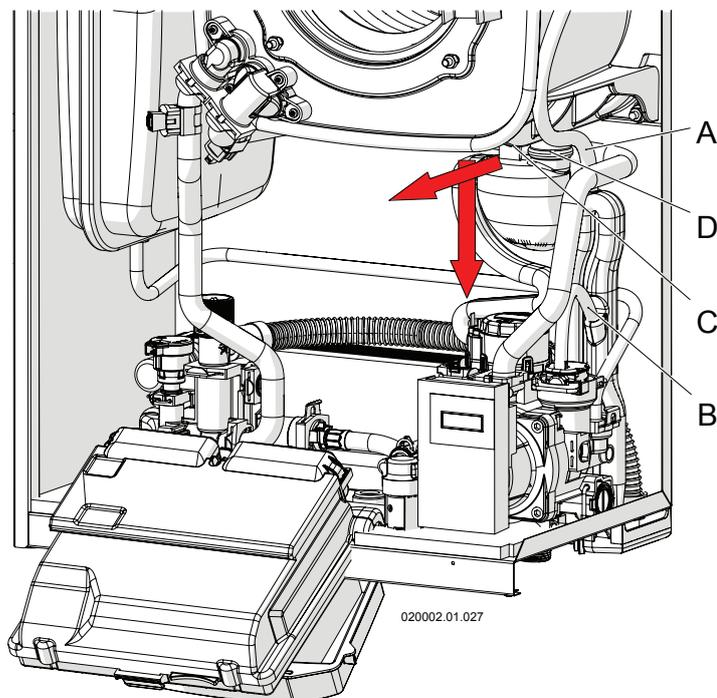

Figura 8-6 - Smontaggio sifone raccogli condensa
- 1.- con l'apparecchio acceso, forzare il riscaldamento al massimo, seguendo la procedura di cui al capitolo 8.16 in modo che il bruciatore si pone alla potenza massima e il livello di liquido presente all'interno del serbatoio del sifone "D" (vedi figura 8-6), si abbassa. Poi spegnere l'apparecchio e scollegarlo elettricamente;